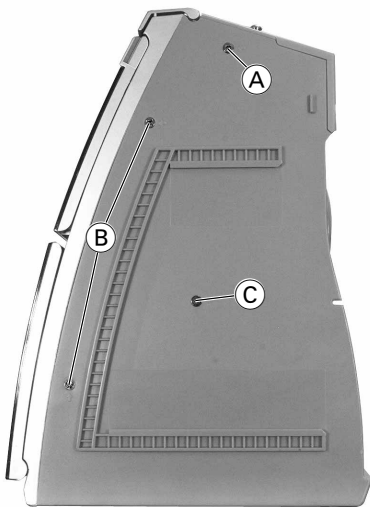

Fig. 1
- 6 Schrauben (A) (Fig. 1,2,3,5) herausdrehen.
- 4 Schrauben (B) (Fig. 1,3) herausdrehen.
- 8 Schrauben (C) (Fig. 1,2,6) herausdrehen.
- Undo 6 screws (A) (Fig. 1,2,3,5).
- Undo 4 screws (B) (Fig.1,3).
- Undo 8 screws (C) (Fig. 1,2,6).